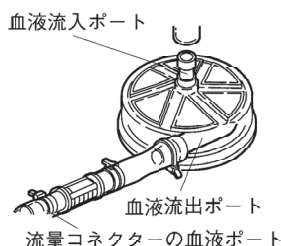

図1
1. 本品を包装から取り出し、血液流入ポート及び、血液流出ポート又は流量コネクタの血液ポートを体外循環回路ラインと接続する(図1)。